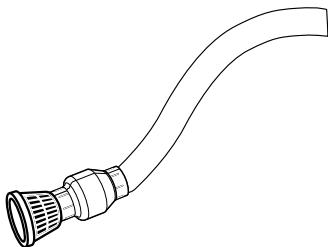

Figure 2
3. Installez le clapet (non fourni) à l'entrée de la conduite de succion pour aider à maintenir l'amorçage de la pompe. (Figure 2).
4. Installez une crête d'aspiration (non fournie) à l'entrée de la conduite de succion pour prévenir l'introduction de matériaux ou débris abrasifs (Figure 2). Positionnez la crête pour qu'elle ne se bloque pas de débris.